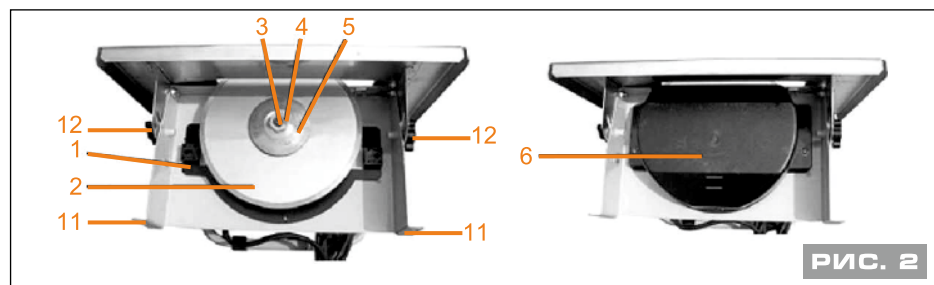
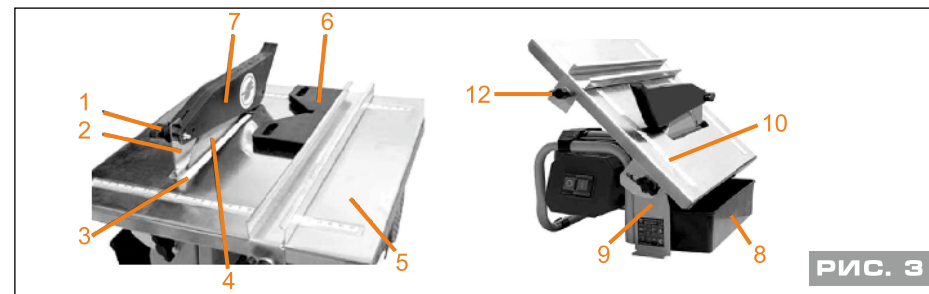

РИС. 2
РИС. 3
1. Установите плиткорез на ровной горизонтальной поверхности стола и зафиксируйте с помощью крепёжных отверстий 11 (рис. 2).
2. Установите и закрепите вставку диска 1 (рис. 2).
3. Зафиксируйте гаечным ключом шпindel 3 (рис. 2), а вторым ключом открутите гайку 4 (рис. 2) и снимите фланец 5 (рис. 2).
4. Установите отрезной диск 2 (рис. 2). затем установите фланец 5 (рис. 2). удерживая ключом шпindel плиткореза 3 (рис. 2) затяните гайку 3 (рис. 2). Проверьте фиксацию.
5. После монтажа диска установите и закрепите нижний защитный кожух 6 (рис. 2).
7. Как показано на рис. 3 на рабочем столе 5 установите и закрепите двумя винтами 3 расклинивающий нож 2.
9. Между основанием 9 (рис. 3) и защитным кожухом 6 (рис. 2) установите поддон 8 (рис. 3). В поддон 8 (рис. 3) налейте воды для охлаждения отрезного диска. Следите за уровнем воды по фаскам на защитном кожухе 6 (рис. 2).
3. Как показано на рис. 3 рабочий стол 5 переведите в наклонное положение. Угол резания можно выставить по шкале 10.
2. Ослабьте фиксацию двух винтов крепления 12 (рис. 3) параллельного упора 9 (рис. 3) с обеих сторон. Затем установите параллельный упор по шкале 10 (рис. 3) на рабочем столе 5 (рис. 3) в необходимое положение и надёжно зафиксируйте винтами крепления. Параллельный упор можно устанавливать с левой или с правой стороны.
Угловой упор 6 (рис. 3) используется для резания заготовки по диагонали.